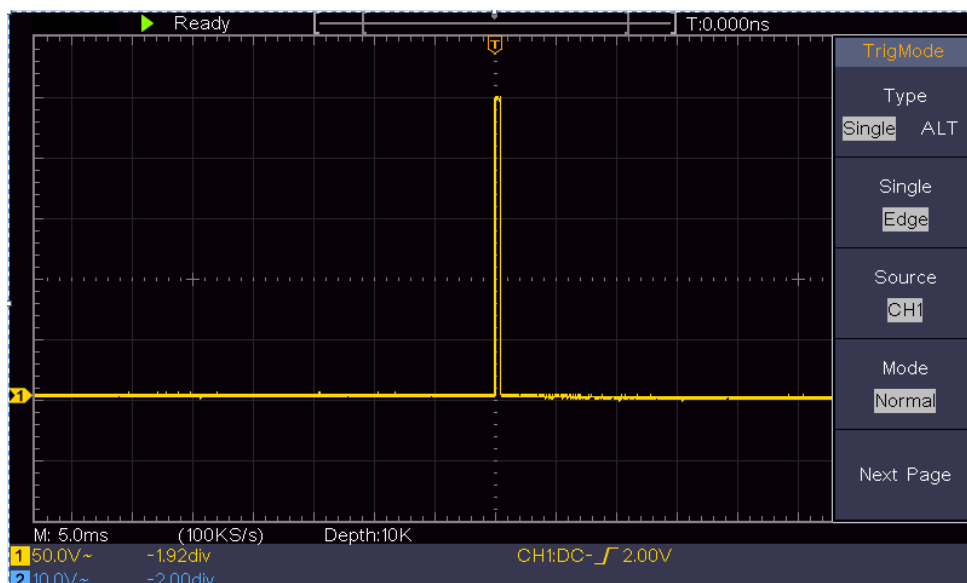

Abbildung 6-3 Erfassen eines einzelnen Signals
- (2) Stellen Sie die Knöpfe **Vertikale Skala** und **Horizontale Skala ein**, um einen geeigneten vertikalen und horizontalen Bereich für das zu beobachtende Signal einzustellen.
- (3) Drücken Sie die Taste **Acquire**, um das rechte Menü anzuzeigen.
- (4) Wählen Sie im rechten Menü **Erfassung** als **Spitzenwert**.
- (5) Drücken Sie die Taste **Trigger Menu**, um das rechte Menü anzuzeigen.
- (6) Wählen Sie im rechten Menü **Typ** als **einzeln**.
- (7) Wählen Sie im rechten Menü die Option **Einzeln** als **Flanke**.
- (8) Wählen Sie im rechten Menü **Quelle** als **CH1**.
- (9) Drücken Sie im rechten Menü auf **Nächste Seite**, wählen Sie **Kopplung** als **DC**.
- (10) Wählen Sie im rechten Menü **Flanke** als ( steigend).
- (11) Drehen Sie den **Trigger** Level-Regler und stellen Sie den Triggerpegel auf etwa 50 % des zu messenden Signals ein.
- (12) Überprüfen Sie die Triggerstatusanzeige oben auf dem Bildschirm. Wenn sie nicht bereit ist, drücken Sie die Taste **Run/Stop** und beginnen Sie mit der Erfassung, warten Sie auf den Trigger. Wenn ein Signal den eingestellten Triggerpegel erreicht, wird eine Abtastung durchgeführt und auf dem Bildschirm angezeigt. Auf diese Weise kann ein zufälliger Impuls leicht erfasst werden. Wenn wir zum Beispiel einen Grat mit hoher Amplitude finden wollen, stellen wir den Triggerpegel auf einen etwas höheren Wert als den durchschnittlichen Signalpegel ein, drücken die Run/Stop-Taste und warten auf einen Trigger. Sobald ein Grat auftritt, löst das Gerät automatisch aus und zeichnet die Wellenform im Zeitraum um die Triggerzeit auf. Durch Drehen des Drehknopfes **Horizontal Position** im horizontalen Bedienfeld können Sie die horizontale Triggerposition ändern, um eine negative Verzögerung zu erhalten, die eine einfache Beobachtung der Wellenform vor dem Auftreten des Grats ermöglicht (siehe *Abbildung 6-3*).